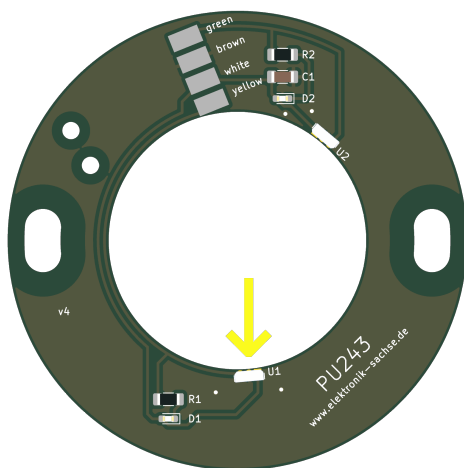

Abbildung 3 Sensor für die Grundeinstellung.
- Der Sensor U1 (siehe Abbildung 3) ist für die Grundeinstellung zu benutzen.